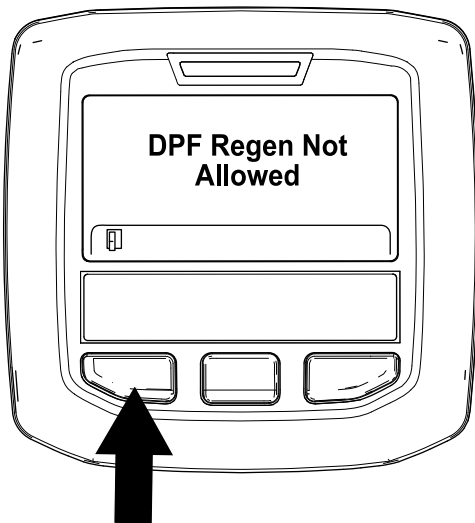

Figure 53
- Si le processus de regeneration n'est pas autorisé par l'ordinateur du moteur, le message « DPF Regen Not Allowed » (régén. FAP non autorisée) s'affiche dans l'InfoCenter (Figure 53). Appuyez sur le bouton gauche pour quitter l'écran d'accueil.